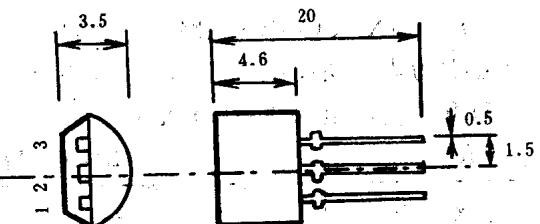

图1-7(a) HY-F512型集成电路
HY-F512型集成块采用TO-92型塑封包装,外形如同普通塑封三极管,对外仅有3个引出脚:①脚为输出脚OUT;②脚为电源正端V_{DD};③脚为电源负端V_{SS},见图1-7(a)所示。HY-F512主要电参数见表1-4。